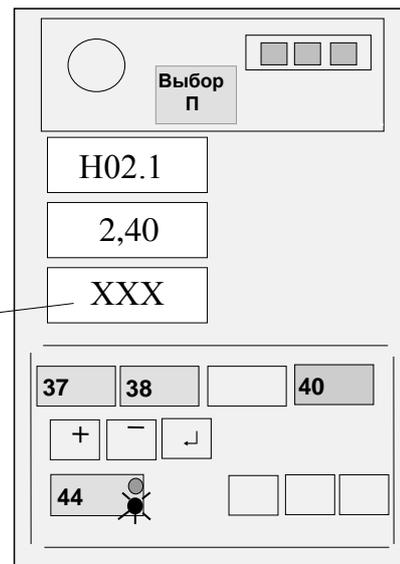

Рисунок 14
Нажимая кнопки "+" (41) и "-" (42), набрать на среднем ИЖЦ значение вылета, указанного в правом столбце таблицы 4 (см. рисунок 14) для установленного значения вылета по рулетке.
Нажать на время 1 с кнопку "┘" (40) и, проконтролировав короткий звуковой сигнал, отпустить кнопку (см. рисунок 14).